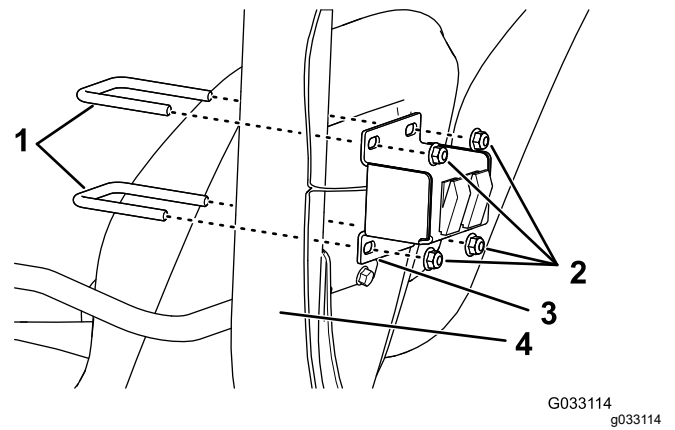

图 9
2. 对于 Multi Pro 5800 机器应如图 9 所示使用 2 个 U 形螺栓  $\frac{3}{8}$  x 2-15/16 x 3-1/16 英寸和 4 个凸缘锁紧螺母  $\frac{3}{8}$  英寸将开关支架安装到 ROPS 组件的后侧。